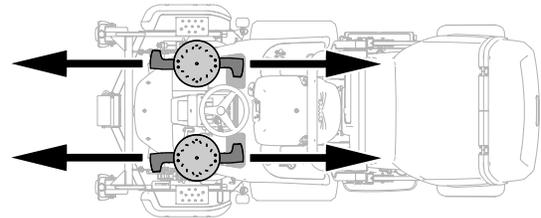

**Figura 124**
1. Ajuste la altura de corte a la posición de 75 mm (Figura 124).